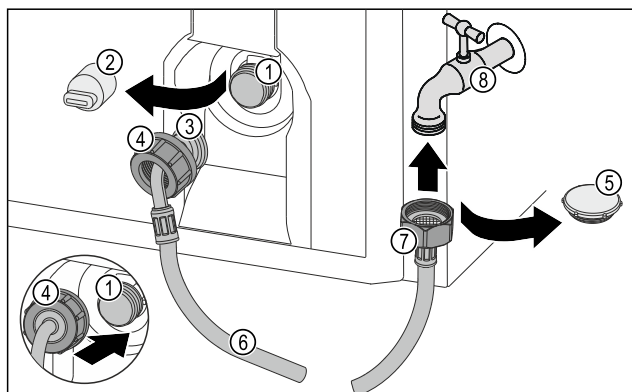

Fig. 11
- Skinite poklopac Fig. 11 (5).
- Postavite ravni kraj crijeva Fig. 11 (7) na slavinu Fig. 11 (8).
- Pritegnite maticu na ravnom kraju crijeva Fig. 11 (7) u smjeru kazaljke na satu.